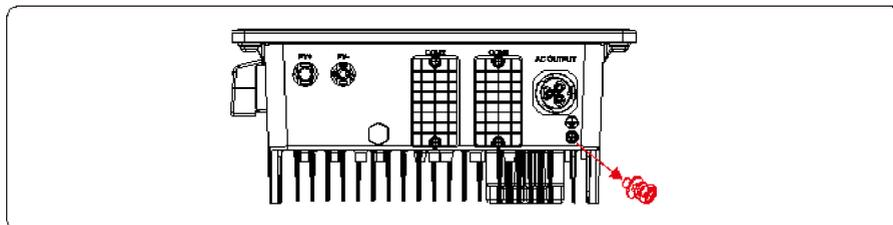

Figura 5.3 Removendo parafusos de aterramento
Passo 3 Remova os parafusos de aterramento dos pontos de aterramento, conforme mostrado na Figura 5.3.